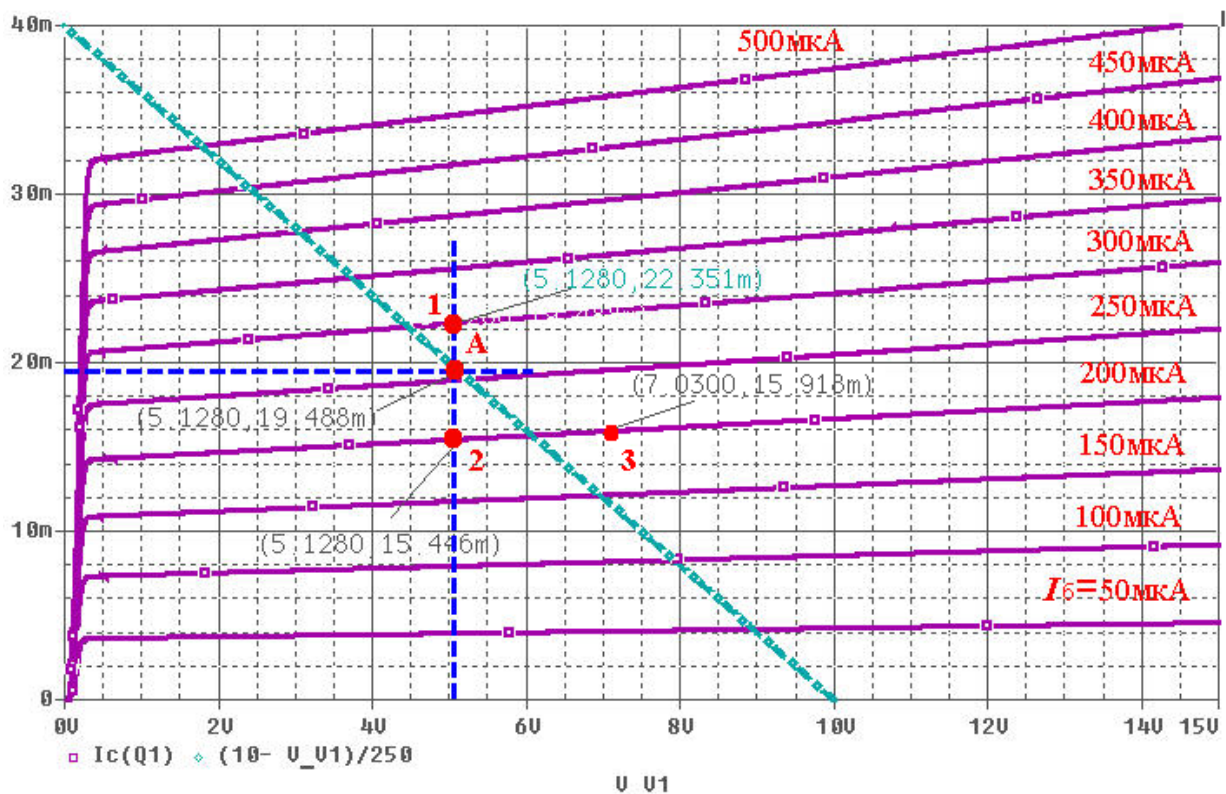
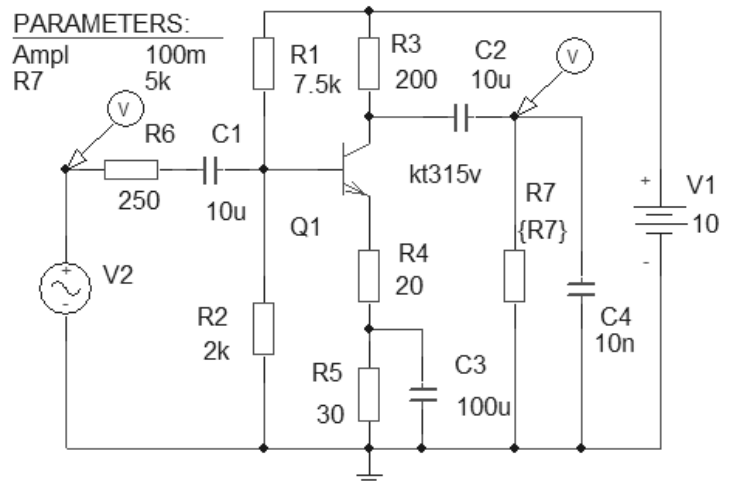

Рис.6. Семейство выходных характеристик транзистора
Рис.8. Схема усилителя
$E_{cm} - IB(VT) R_6 - (IB(VT) + IC(VT)) R_9$, где $E_{cm} = E_n \frac{R_2}{R_1 + R_2}$, $R_6 = \frac{R_1 R_2}{R_1 + R_2}$ и $R_9 = R_4 + R_5$ – определяются параметрами элементов схемы (см. рис. 8).
- Запускаем схему на расчет (клавиша **F11**, или пиктограмма ) и получаем семейство выходных характеристик (рис. 6).
выражение: $(E_n - V(V1))/R_$, где E_n и $R_$ определяются параметрами элементов схемы (см. рис. 8). Полученное уравнение линии нагрузки отображено на рис. 6. Построив (используя линейную интерполяцию) фрагмент дополнительной выходной характеристики, соответствующей рабочему току $I_6 = 260.5$ мкА (см. рис 4), определяем координаты точки пересечения линии нагрузки и этой выходной характеристики (точка А).